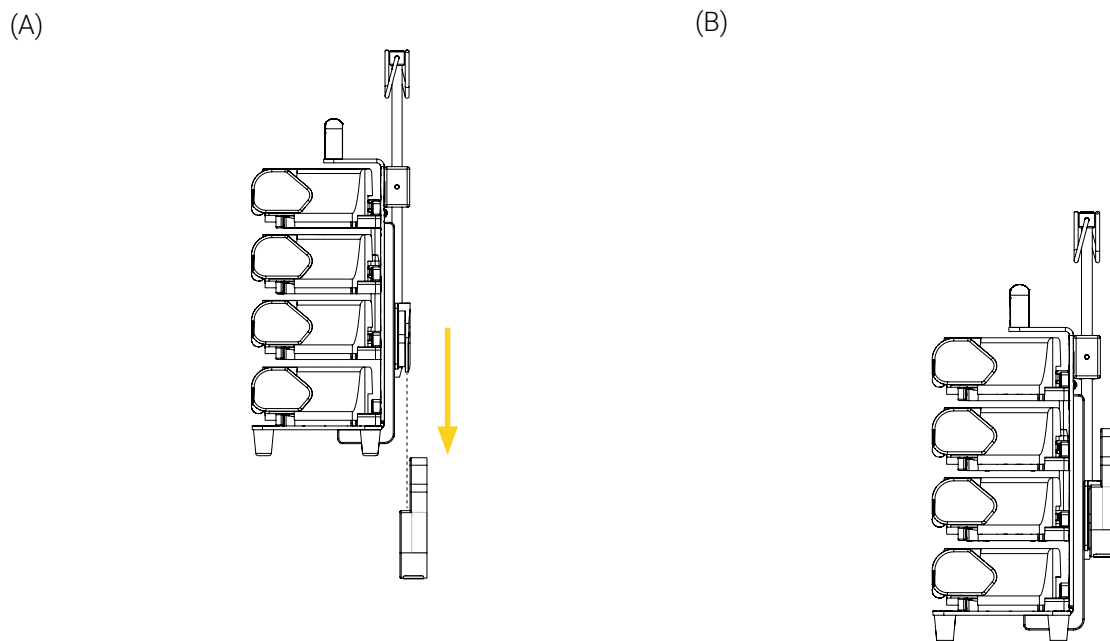

Figure 10: Installation du BP80-GR4 dans la Micro Base
1. Aligner et insérer le micro disque antirotation situé à l'arrière du BP80-GR4 dans la Micro Base verticalement jusqu'à ce qu'il se verrouille (Figure 10). Consulter la documentation de l'utilisateur de la base pour les consignes de sécurité et l'utilisation sécuritaire au besoin.